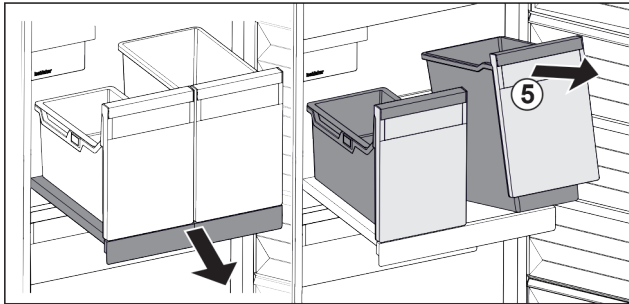

Fig. 94
- ▶ Levantar el recipiente *Fig. 94 (5)* por delante.